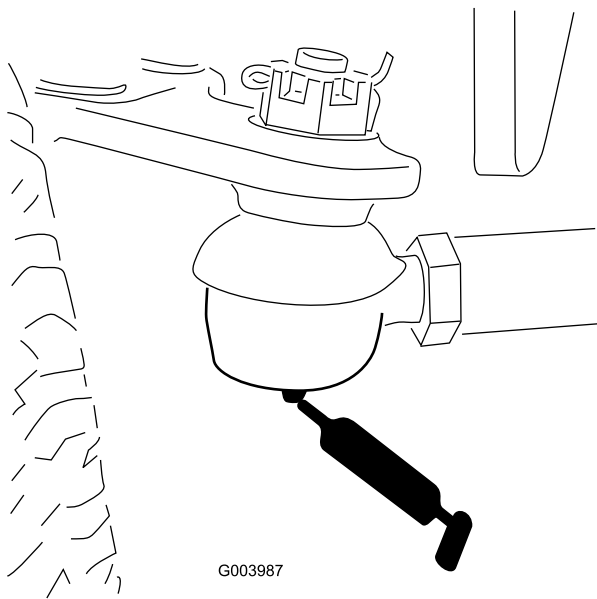

Bild 74
- Spurstange der Hinterachse (2) (Bild 74)